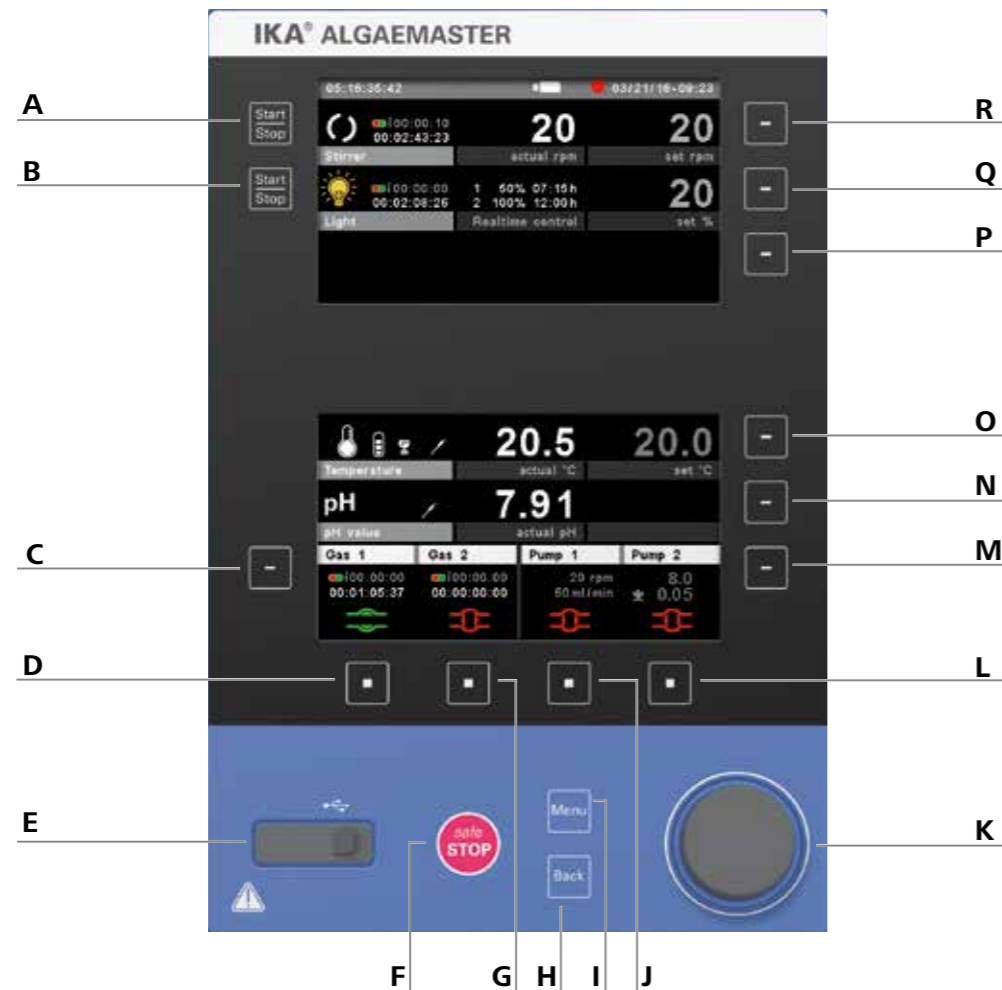

Fig. 8
En caso de emergencia, el agitador (la estación) puede desconectarse pulsando la tecla "safe/STOP" (Fig. 8, (F)).
Sección Fig. 8